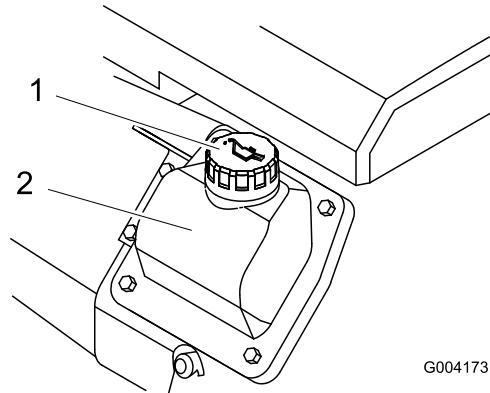

Figure 36
8. Si le niveau d'huile est trop bas, nettoyez la surface autour du bouchon de remplissage et enlevez le bouchon (Figure 36).
- Enlevez le bouchon de remplissage (Figure 36) et versez lentement environ 80 % de la quantité d'huile spécifiée dans le couvre-culasse.
- Faites l'appoint d'huile avec précaution pour faire monter le niveau jusqu'au repère du plein (F) sur la jauge.